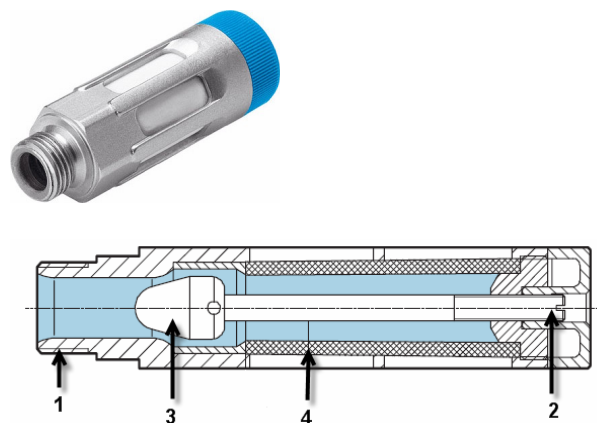

Fig. 20. Limiteur de débit
Dans ce cas on utilise un limiteur de débit (Fig. 20) qui est équipé d'un filet de raccordement extérieur (1) qui permet de monter l'étrangleur en direct dans l'échappement du distributeur. Le réglage (2) se fait au moyen d'une aiguille (3). L'écoulement d'air se fait via un silencieux intégré (4).